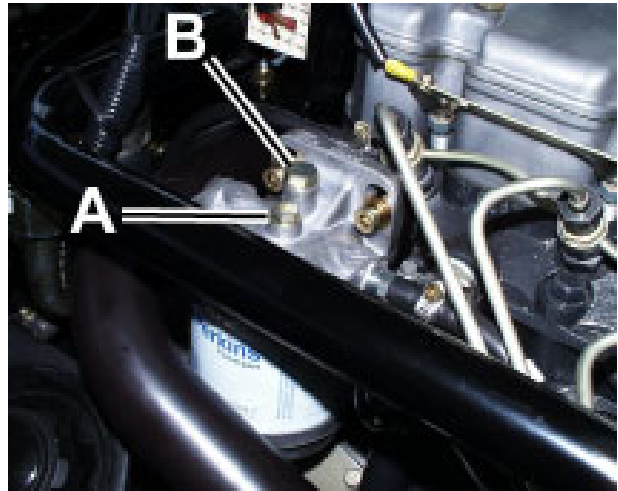

Abb.10
2. Öffnen Sie die Entlüftungsvorrichtung (A) oben auf dem Kraftstofffilter, damit die Luft austreten kann. (Abb.10)